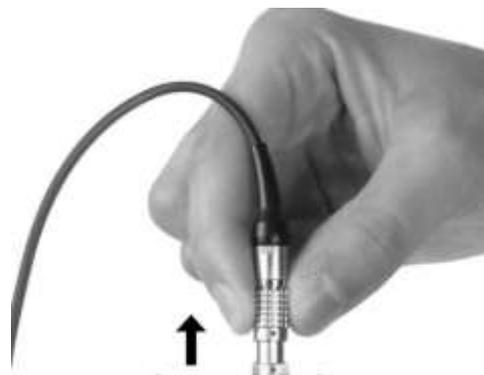

Рисунок 1.2 Отсоединение преобразователя от БОИ
1.5.1 Подключение преобразователя к БОИ осуществляется цилиндрическим разъемом с механической фиксацией вилки в розетке типа Push-Pull. Для подключения необходимо совместить красную метку на корпусе вилки преобразователя с красной меткой на розетке БОИ и вставить вилку в розетку до упора, при этом раздастся характерный щелчок. Для того, чтобы отсоединить преобразователь, необходимо вынуть (потянуть) вилку из розетки, удерживая ее за внешний подвижный корпус с ребристой поверхностью (рисунок 1.2). При правильных действиях отсоединение преобразователя происходит при незначительном усилии.